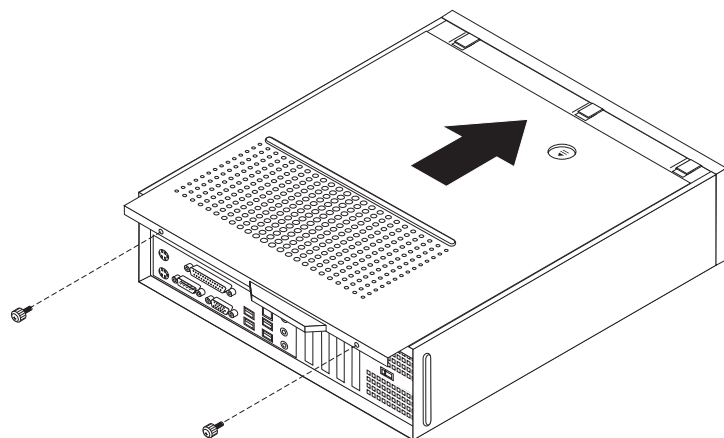

图 39. 滑动外盖
5. 重新安装计算机外盖，然后连接电源线。请参阅第 31 页的图 39。